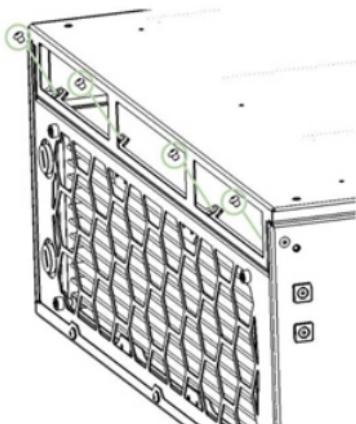

Рисунок 16 – Извлечение винтов фиксации нижней задней крышки с корпусом
– открутите шестигранным ключом s2 четыре винта M3 с полукруглой головкой фиксирующих заднюю нижнюю крышку с корпусом (рисунок 16):